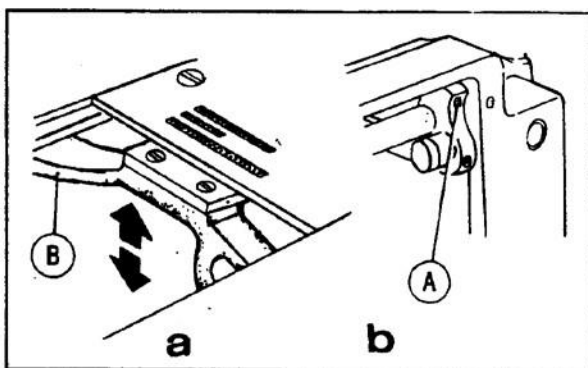

Рис. 22
18. Регулировка высоты подающей планки (рис. 22, 23)
- 2) Ослабьте винт (A) кулачкового рычага подачи справа (см. рисунок 22,b).
- 3) Переместите подающую планку (B) в направлении, показанном стрелкой на рисунке 22 (a), чтобы отрегулировать ее высоту. Стандартная высота подающей планки должна быть такой, чтобы ее верх находился на 0.8 мм выше поверхности игольной пластины (B). 4) После регулировки не забудьте затянуть винт (A).